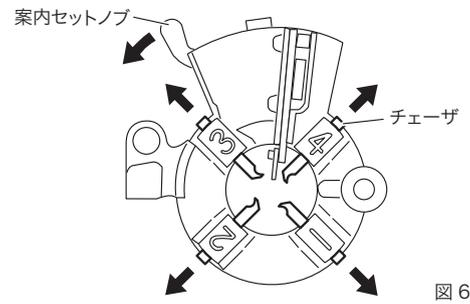

図 6
a. チェーザの取外し方 (図 6)
- ①ダイヘッドをオープン (切上レバーがブロック溝から外れ、チェーザが開いた状態) にしてください。
- ②位置決めノッチを位置決めピンから外し案内セットノブを図 6 の矢印の方向へいっぱいに引きますと、3 番、4 番のチェーザが取り外せます。
- ③ダイヘッドを起こすと 1 番と 2 番のチェーザが取り外せます。